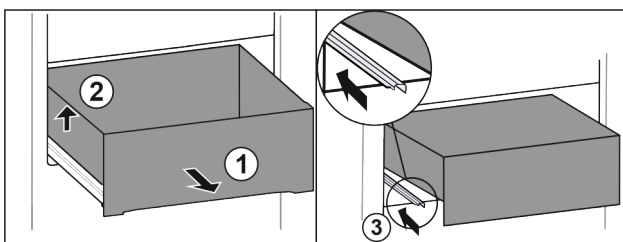

Fig. 74
- ▶ Вытяните выдвижной ящик до упора. Fig. 74 (1)
- ▶ Приподнимите выдвижной ящик слева. Fig. 74 (2)
- ▶ Вставьте левую направляющую. Fig. 74 (3)